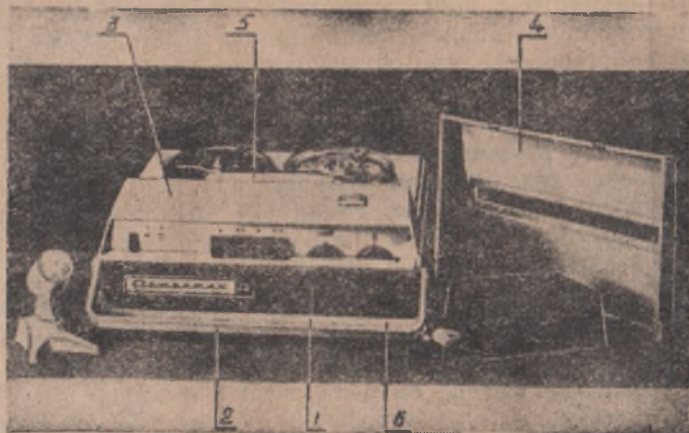

Рис. 1.
Магнитофон «Романтик-3» представляет собой переносный аппарат, размещенный в декоративно оформленном пластмассово-металлическом корпусе (1) рис. 1. Магнитофон переносится с помощью ручки (2). Механизм аппарата закрыт фальшпанелью (3) и дном (6), выполненными из пластмассы, и съемной крышкой (4).